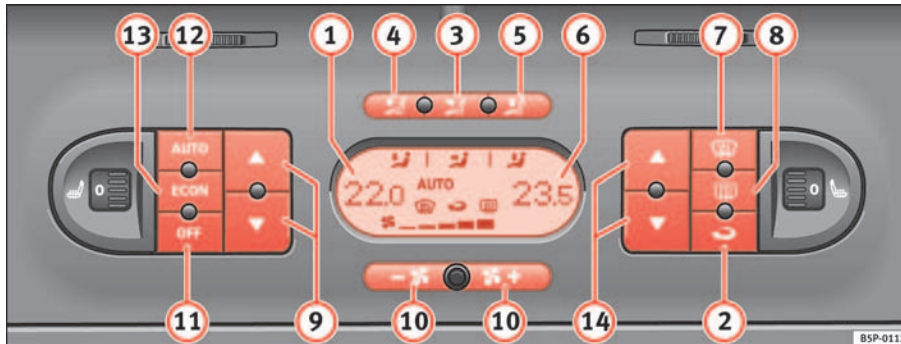

Abb. 128 In der Instrumententafel: Bedienelemente 2C-Climatronic
- Drücken Sie eine der Tasten ⇒ Seite 163, Abb. 128 (3) bis (5), die Taste **ECON** oder drücken Sie die Gebläsetasten (10). Am Display erlischt das Symbol **AUTO**.
- Drücken Sie die Taste  ⇒ Seite 163, Abb. 128 , um den Umluftbetrieb ein- oder auszuschalten. Bei eingeschaltetem Umluftbetrieb erscheint am Display das Symbol .